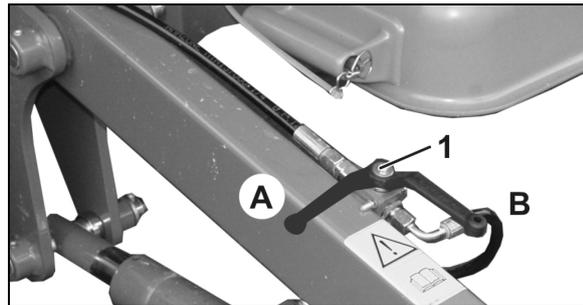

Fig. 97
2. Absperrhahn Striegelhöhe (Fig. 97/1) öffnen (B).